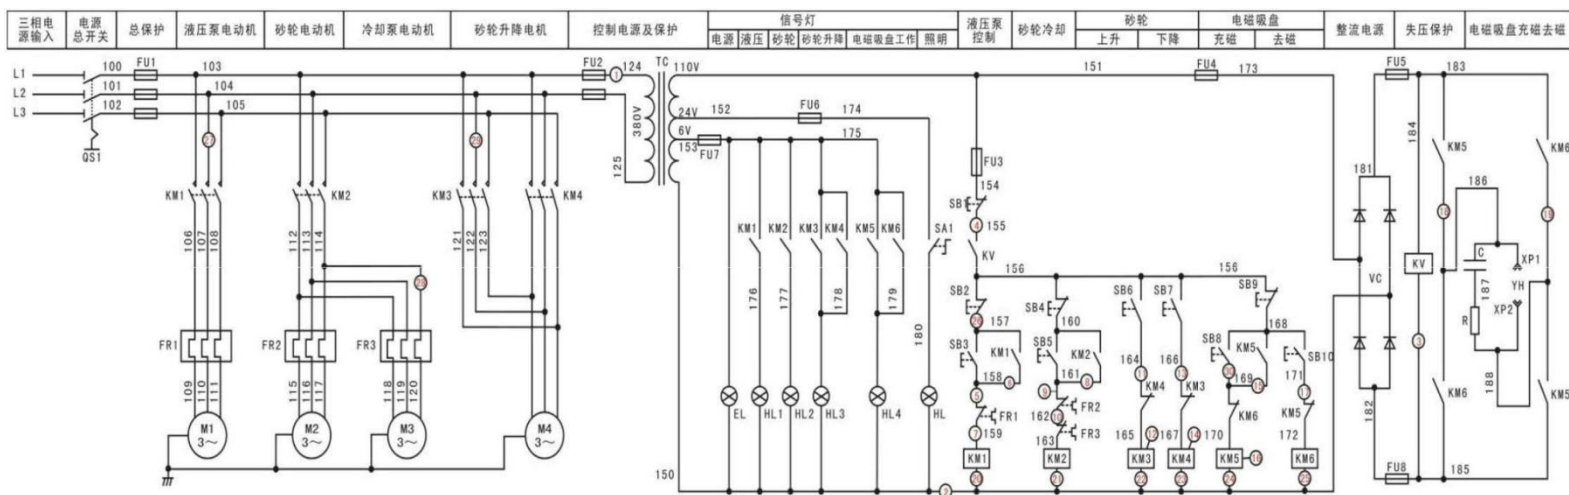

图 2-1 M7120 平面磨床电气控制线路故障图
2) 砂轮冷却不能正常工作。M7120平面磨床电气控制线路故障图如图2-1所示。
现场排除 M7120 平面磨床电气故障，故障现象如下：1) 电磁吸盘不能正常去磁；2) 砂轮不能正常下降。M7120平面磨床电气控制线路故障图如图 2-1 所示。
2) 充磁按钮释放后电磁吸盘即停止运行。M7120 平面磨床电气控制线路故障图如图 2-1 所示。
现场排除 M7120 平面磨床电气故障，故障现象如下：1) 液压泵电动机、砂轮电机和砂轮冷却泵电动机均无法正常工作；2) 电磁吸盘不能正常去磁。M7120 平面磨床电气控制线路故障图如图2-1 所示。
现场排除 M7120 平面磨床电气故障，故障现象如下：1) 液压泵控制不能正常工作；2) 电磁吸盘不能正常充磁。M7120 平面磨床电气控制线路故障图如图 2-1 所示。
现场排除 M7120 平面磨床电气故障，故障现象如下：1) 砂轮冷却无法正常工作；2) 砂轮不能正常下降。M7120 平面磨床电气控制线路故障图如图 2-1 所示。